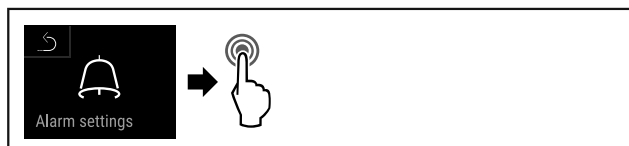

Fig. 146
- ▶ Eseguire i passi (vedere Fig. 146).